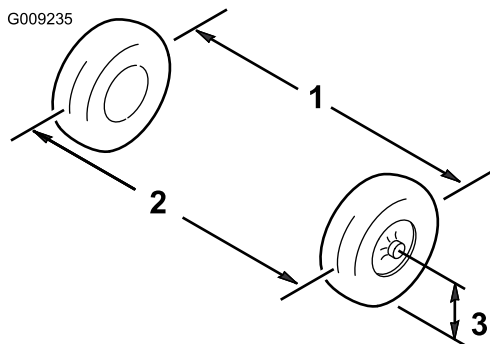

Bild 33
3. Messen Sie den Abstand zwischen beiden Vorderreifen auf Achshöhe (an der Vorder- und Rückseite der Vorderreifen) (Bild 33).